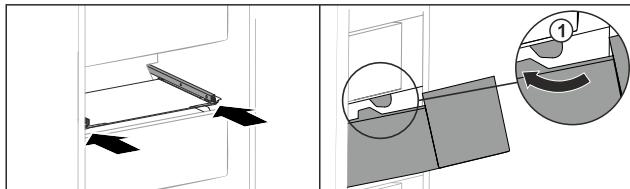

Fig. 146
- Прокарайте чекмеджето около ограничителите Fig. 146 (1).